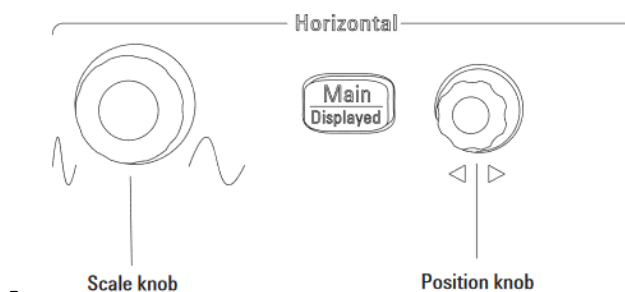

Figura 2.4: Caja de controles para el ajuste horizontal (tiempo)
- Control de base de tiempos: corresponde al control giratorio de la izquierda de la Figura 2.4 y permite fijar la escala horizontal de la representación, desde 50 s/DIV hasta 2 ns/DIV.